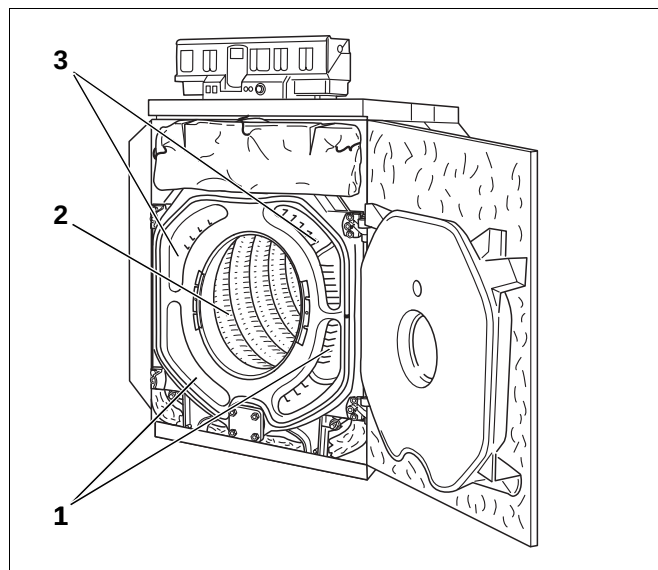

Fig. 69 Rengjøring av røykgasskanalene
- Røykgasskanalene skal rengjøres med børste 1 og 2 forfra og bakover (fig. 69, **pos. 1 og 3**).
- Resten av brennkammeret (fig. 69, **pos. 2**) skal rengjøres med børste 2.
- De nedre røykgasskanalene skal rengjøres forfra med børste 2 (fig. 69, **pos. 1**).